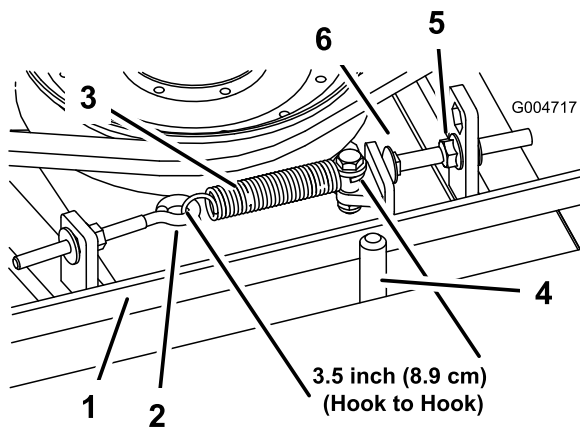

Figura 101
Quando a tensão estiver correta, a medida interior da mola de extensão (gancho a gancho) deverá ser de cerca de 8,3 cm a 9,5 cm. Logo que se obtenha a tensão correta da mola, ajuste o pino de fecho (parafuso da carroçaria) até haver uma folga aproximada de 2 a 5 mm entre a cabeça do parafuso e o braço intermédio (Figura 101).
**Nota:** Certifique-se de que correia está colocada no lado da mola do guia da correia (Figura 101).
2. Desaperte o parafuso com olhal permitindo a remoção da mola de extensão (Figura 101).
3. Desaperte a porca flangeada que prende o pino de fecho à patilha de montagem e afaste a polia intermédia da correia para libertar a tensão da correia (Figura 101).
9. Ligue a mola de extensão (Figura 101) ao parafuso de olhal e aplique a tensão na correia como se segue: